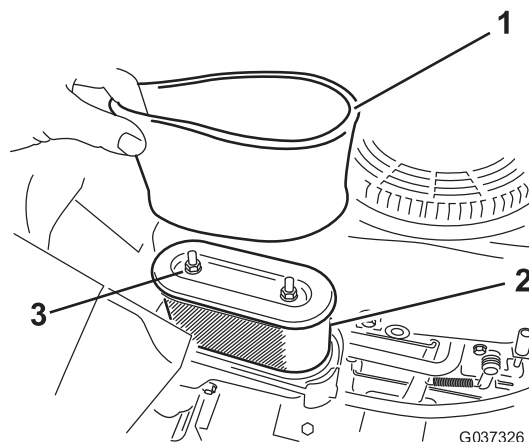

Figura 17
4. Retire as duas porcas que prendem o conjunto do filtro à estrutura (Figura 17).
1. Instale o filtro de esponja no filtro de papel (Figura 17).
3. Prenda o conjunto do filtro na estrutura utilizando duas porcas (Figura 17).